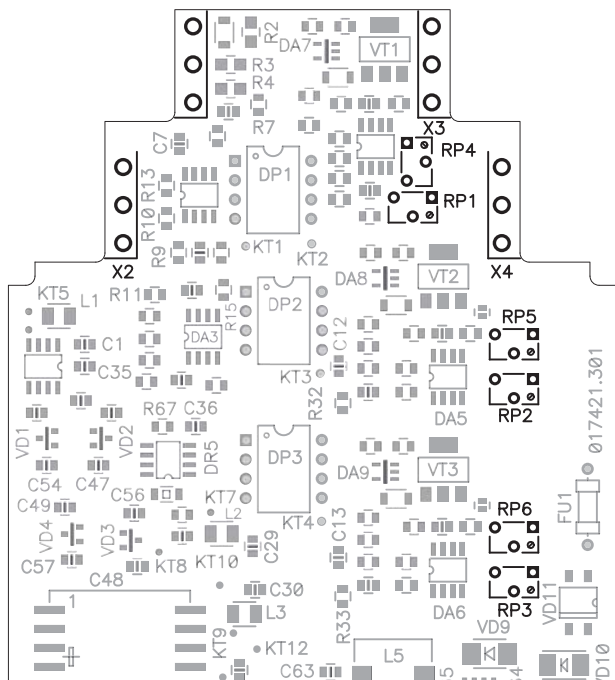

Рис. 10.2 Расположение регулировок на плате растроителя
10.8.3 Расположение регулировок на плате растроителя представлено на рис. 10.2. Значения входных и выходных сигналов для настройки представлены в таблице 10.4.